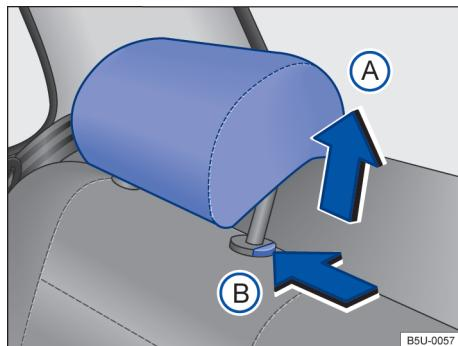

Fig. 60 Apoio para cabeça traseiros: ajustar.
- Empurrar o apoio para cabeça para cima na direção da seta → Fig. 60 A ou com a tecla → Fig. 60 B pressionada, empurrar para baixo → ⚠ em *Introdução ao tema* na página 72.